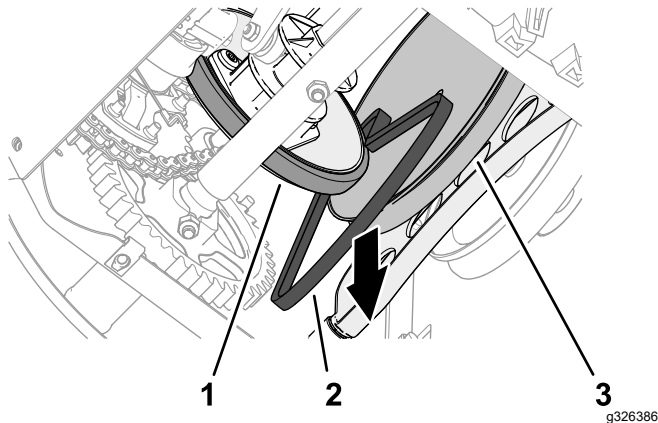

**Bild 47**
5. Lösen Sie auf der Rückseite der Maschine die beiden oberen Bundkopfschrauben ( $\frac{1}{4}$ " x  $\frac{5}{8}$ " ), mit denen die hintere Abdeckung an der Maschine befestigt ist (**Bild 47**).
- Entfernen Sie die sechs Bundkopfschrauben ( $\frac{1}{4}$ " x  $\frac{5}{8}$ "), mit der die untere Abdeckung an der Maschine befestigt ist, und nehmen Sie die Abdeckung ab (**Bild 47**).